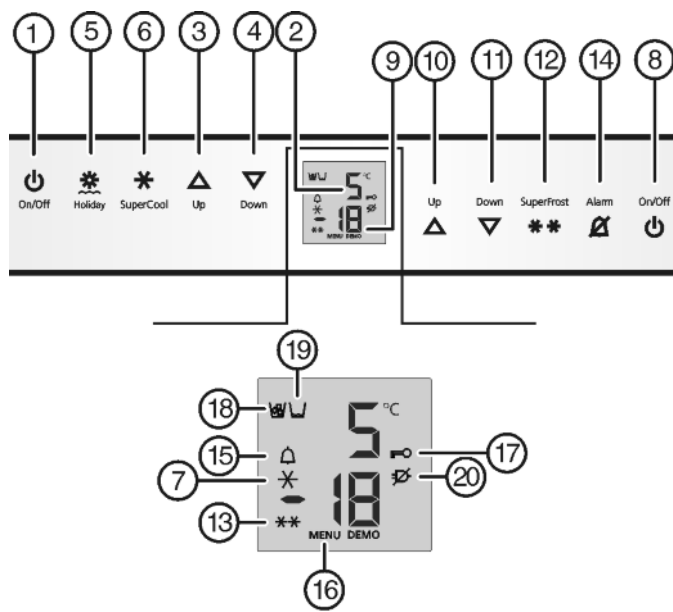

Fig. 2
- ▶ nacisnąć przycisk On/Off zamrażalnika Fig. 2 (8).
- ▶ Nacisnąć przycisk On/Off chłodziarki Fig. 2 (1).
- ▷ Chłodziarka i komora BioFresh są włączone: Świeci się wskaźnik temperatury chłodziarki Fig. 2 (2). Podczas otwierania drzwi chłodziarki włącza się oświetlenie wewnętrzne.
- ▶ Aktywacja trybu regulacji: Nacisnąć i przytrzymać przycisk SuperFrost Fig. 2 (12) przez ok. 5 s.
- ▷ Świeci symbol menu *Fig. 2 (16)*.
- ▶ W celu wyłączenia zabezpieczenia przed dziećmi krótko nacisnąć przycisk SuperFrost *Fig. 2 (12)*.
- ▶ W celu włączenia zabezpieczenia przed dziećmi krótko nacisnąć przycisk SuperFrost *Fig. 2 (12)*.
- ▷ Świeci symbol zabezpieczenia przed dziećmi *Fig. 2 (17)*. Na wskaźniku miga **e**.
- ▷ Symbol zabezpieczenia przed dziećmi *Fig. 2 (17)* gaśnie. Na wskaźniku miga **e**.
- ▶ Dezaktywacja trybu regulacji: nacisnąć przycisk On/Off zamrażalnika *Fig. 2 (8)*.
- ▶ Nacisnąć przycisk Alarm *Fig. 2 (14)*.
Jednocześnie miga wskaźnik temperatury i symbol Alarmu *Fig. 2 (15)*.
Akustyczny sygnał ostrzegawczy milknie automatycznie, znika symbol Alarmu *Fig. 2 (15)* i wskaźnik temperatury przestaje migać, gdy temperatura będzie ponownie wystarczająco niska.